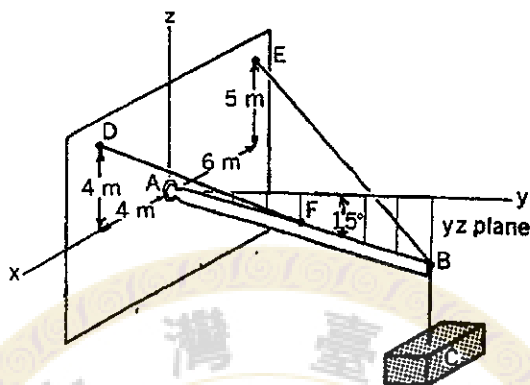

Fig. 5
5. Fig. 5 所示有一桿件 AB 之一端 A 固定於具有球窩關節(ball and socket)之牆面上，另一端 B 支撐重量 100kg 之物體，此桿件在 yz 平面上且與 y 軸傾斜  $15^\circ$ ，桿件上另有兩條鋼絲(BE、FD)固定於牆面上，桿件長度為 16m 且 F 點位於桿件之中點。假設桿件及鋼絲之重量可以忽略不計，求鋼絲 BE 及 FD 所受之張力。(15 分)